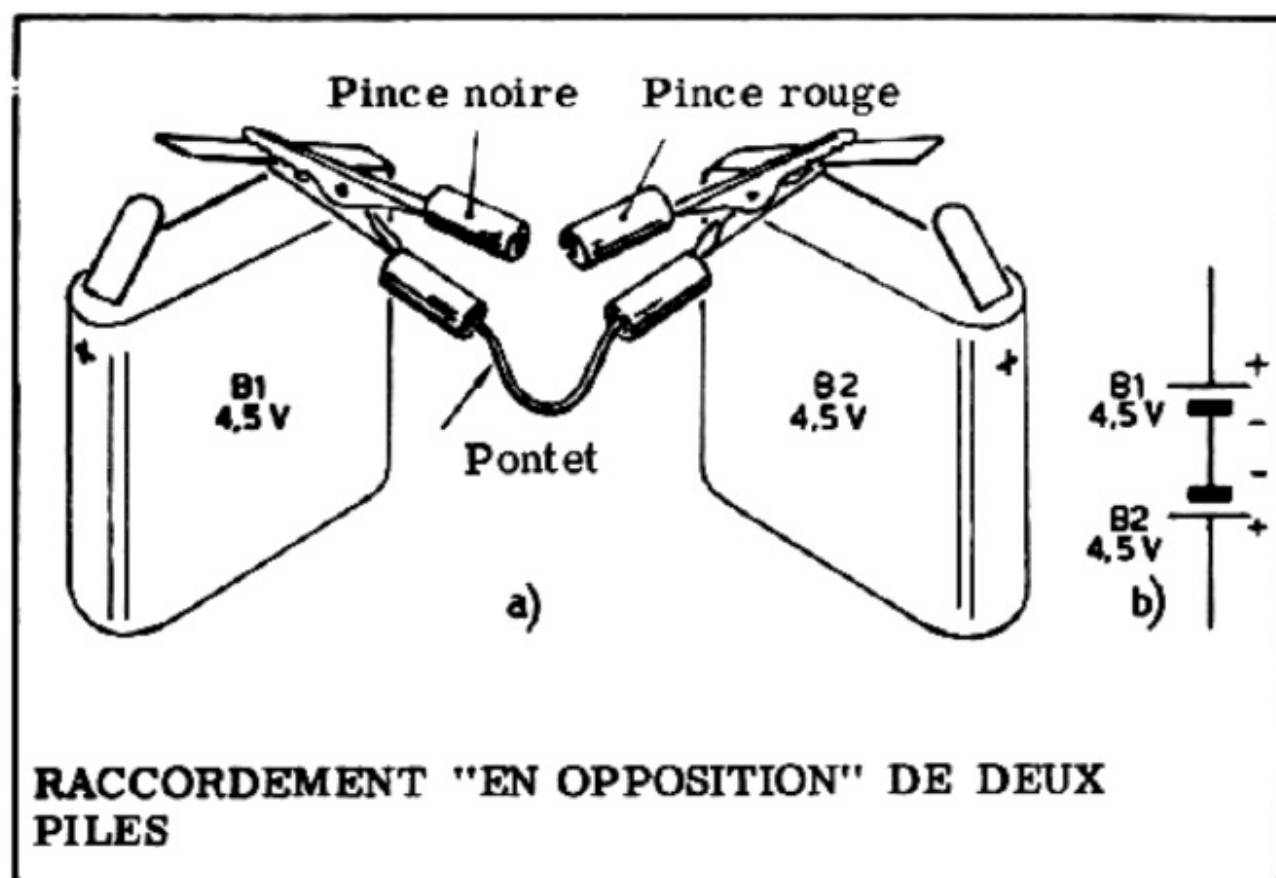

Figure 22
b) Débranchez la pince rouge du pontet du pôle positif de la pile B 2 - et reliez-la au pôle négatif de la même pile (*figure 22 - a*). Le schéma électrique de ce raccordement se trouve *figure 22 - b*. Les deux piles sont à présent **EN OPPOSITION**.